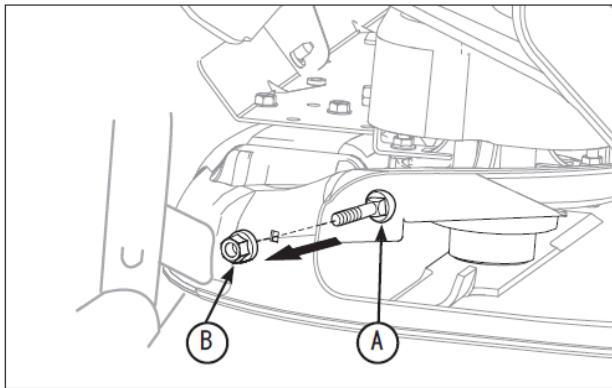

図1
1. 排出口の左側に、1/4-20×1.25“の根角ボルト(図1のA)を、モアデッキの内側から差し込み、図に示されているようにコニカルナット(B)で締めてください。